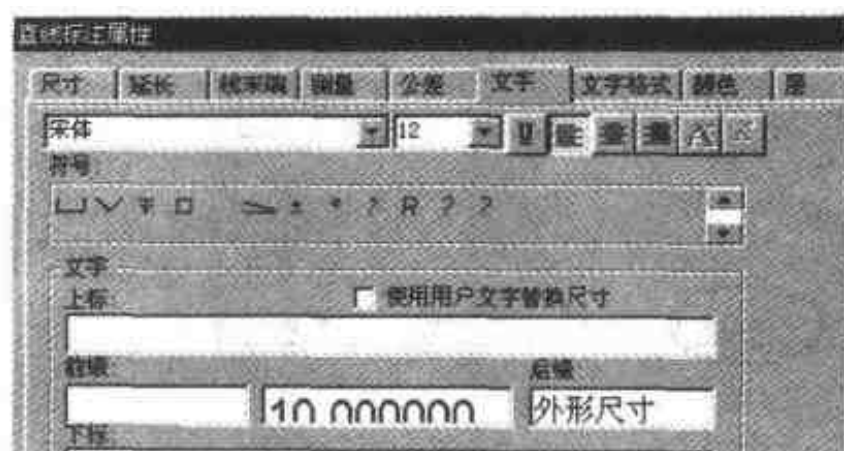

图 2.75 输入尺寸后缀
- (2) 通过右击线到线尺寸(10.000),然后选择【属性】命令,接着在【文字】选项卡的,【后缀】文本框中输入“外形尺寸”,如图 2.75 所示。上述两个步骤的结果